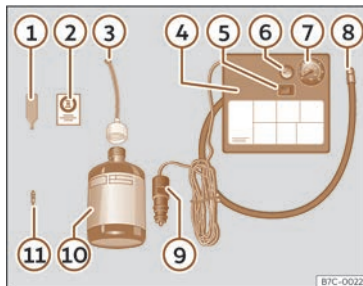

Fig. 213 Representación estándar: contenido del kit antipinchazos.
El kit antipinchazos se encuentra en el compartimento del maletero bajo el revestimiento del suelo. Incluye los siguientes componentes >>> fig. 213:
- Desenrosque la caperuza y el obús de la válvula del neumático. Utilice el aparato >>> **fig. 213** ① para extraer el obús. Colóquelo en una superficie limpia.
- Agite con fuerza la botella de sellante de neumáticos >>> **fig. 213** ⑩.
- Enrosque el tubo de inflado >>> **fig. 213** ③ en la botella de sellante. El precinto de la botella se romperá automáticamente.
- Retire el tapón del tubo de llenado >>> **fig. 213** ③ y enrosque el extremo abierto del tubo en la válvula del neumático.
- Vuelva a colocar el obús con el aparato >>> **fig. 213** ① en la válvula del neumático.
- Enrosque el tubo de inflado del neumático del compresor >>> **fig. 213** ⑧ en la válvula del neumático.
- Compruebe que el tornillo de evacuación de aire está cerrado >>> **fig. 213** ⑥.
- Acople el conector >>> **fig. 213** ⑨ a toma de corriente de 12 voltios del vehículo >>> **pág. 218**.
- Conecte el compresor de aire con conmutador ON/OFF >>> **fig. 213** ⑤.
- Pegue el adhesivo >>> **fig. 213** ② en el cuadro de instrumentos, dentro del campo visual del conductor.
>>> **fig. 213** (8) y compruebe la presión en el manómetro (7).